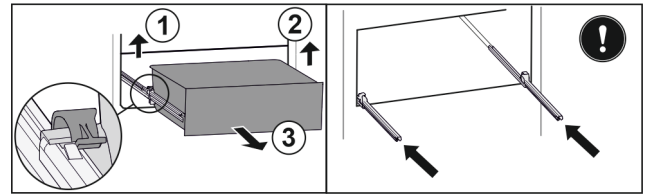

Fig. 138
- ▶ Linke Klemme anheben und gleichzeitig Schubfach links nach vorne ziehen. Fig. 138 (1)
- ▶ Rechte Klemme anheben und gleichzeitig Schubfach rechts nach vorne ziehen. Fig. 138 (2)
- ▶ Schubfach nach vorne entnehmen. Fig. 138 (3)